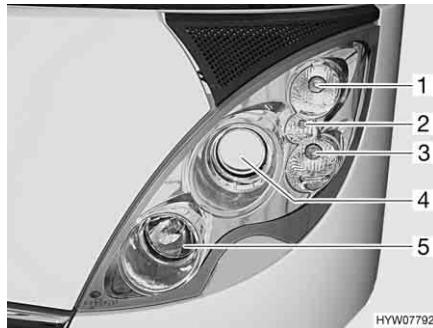
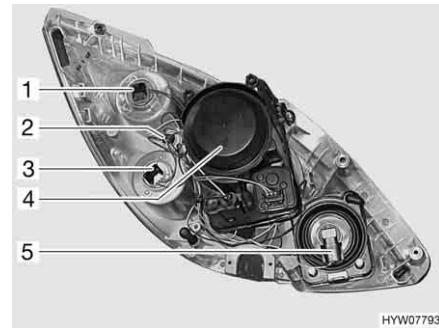

Fig. 121 Fari anteriori (lato anteriore)
Fig. 122 Fari anteriori (lato posteriore)
(Fig. 121,1 e Fig. 122,1)**
(Fig. 121,2 e Fig. 122,2)**
**Luce diurna (Fig. 121,3 e
(Fig. 121,4 e Fig. 122,4)**
**Abbagliante (Fig. 121,5 e